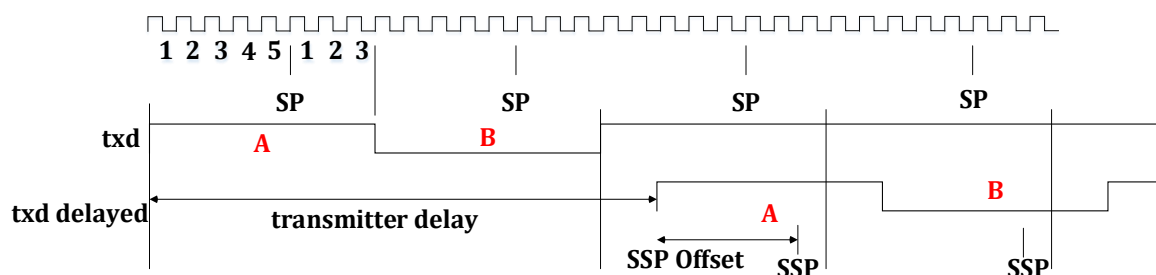

图 21-16 发射机延迟
图 21-16 给出了一个发射节点延迟比较大的例子。在该图中，显示了一个 txd 数据流，从位 A 和 B 开始。1bit 时间由 $t_{Seg1} = 5$ TQ 的采样点 (SP) 之前的时间和 $t_{Seg2} = 3$ TQ 的采样点之后的时间组成。在本例中，发送节点延迟大于 2 bit 时间。因此，使用原始采样点 SP 不能进行正确的采样。CAN FD 规范定义了一个附加的辅助采样点 (SSP)。如果 TDCEN=1 启用 TDC，CAN 控制器自动确定发送延迟。SSP 的位置是发送延迟加上 SSPOFF 定义的偏移量。SSPOFF 以 TQ 为单位，建议设置 t_{Seg1} 等于 SSPOFF。F_SEG_1 定义了数据波特率的 t_{Seg1} 。在图 21-16 中 F_SEG_1=3, 选择 SSPOFF=5